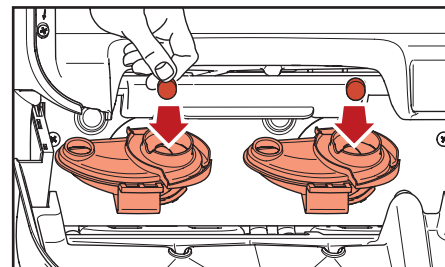

Fig. 5.4 - Indsæt Rinza rengøringsstabletter
4. Indsæt en Rinza rengøringsstablet i hver af blandeskåle (fig. 5.4).
i. Indsæt en Rinza rengøringsstablet i hver af blandeskålene (fig. 5.4).